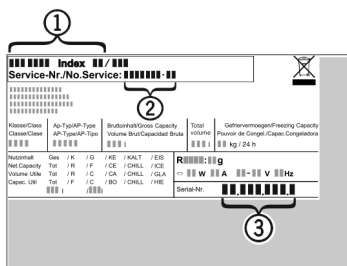

Fig. 9
- ▶ Kontakta kundtjänst och meddela felet, skåpbeteckning Fig. 9 (1), service-nr. Fig. 9 (2) och serie-nr. Fig. 9 (3).